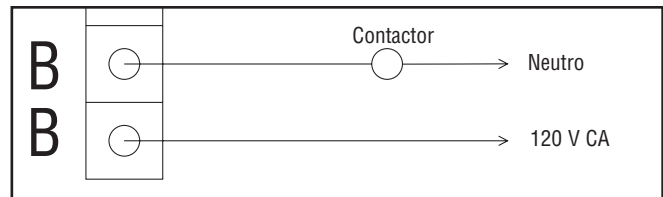

Figura 6— Terminales "B-B"
3. Los terminales "B-B" del módulo de control permiten que el instalador conecte un conector para controlar una carga importante. Ejemplo: calentador eléctricos de agua. Los contactos se conectan en serie con el circuito de control del conector (Figura 6).